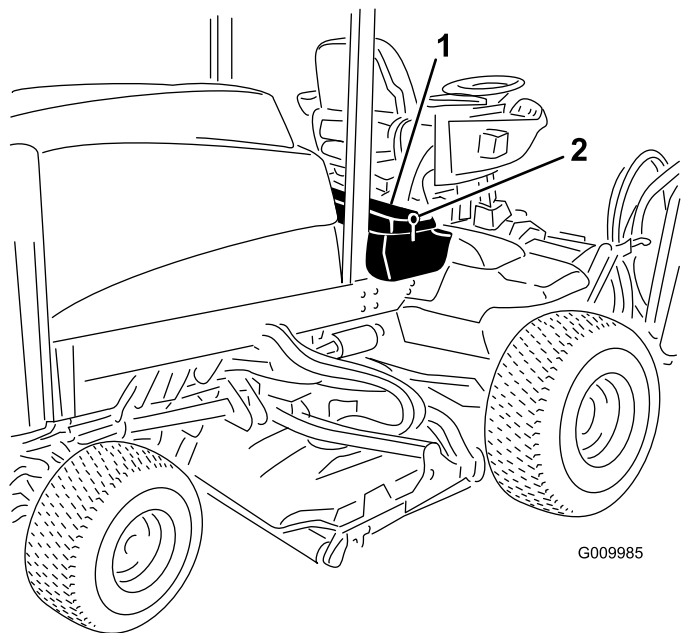

Рисунок 49
1. Ослабьте фиксацию защелки крышки правого вещевого отсека и поднимите крышку (Рисунок 49).